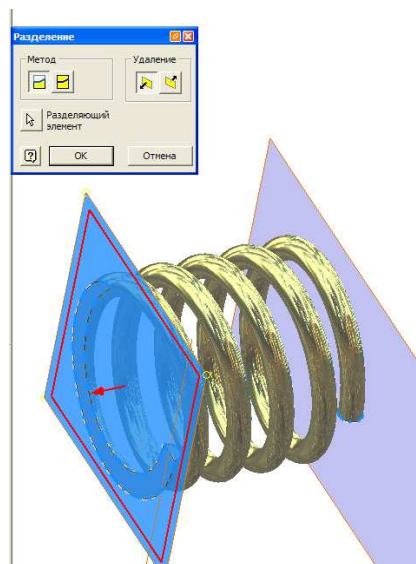

Рис. 155
В окне **Разделение** (рис. 155) задайте Метод разделения
**Разделить деталь** , **Разделяющий элемент** – созданная плоскость и **направление удаления** (рис. 155), точно также удалите другой край пружины (с помощью другой плоскости).